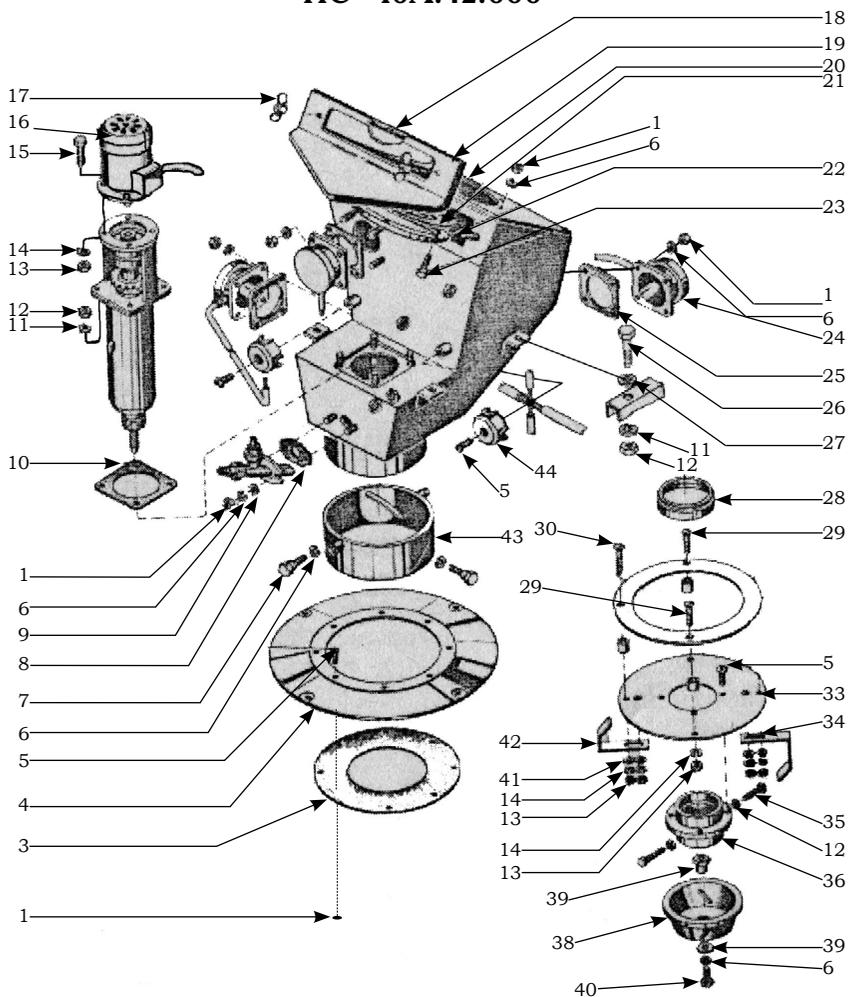
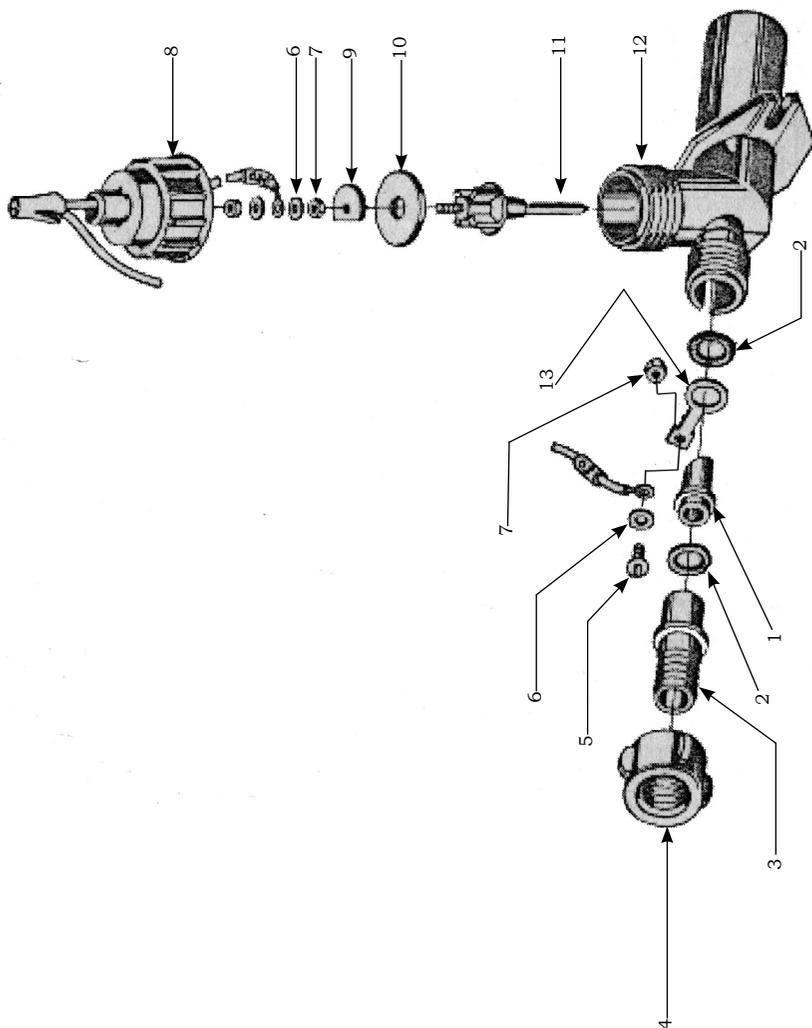

Рис.3.4.
Рис.3.5.
3.4. Бункер семян (рис.3.4) с датчиком (рис.3.5) и приводом дисков (рис. 3.6) предназначен для равномерной загрузки камеры семян, контроля за подачей рабочей жидкости к распылителю, передачи вращения на диски семян и распылитель.
Подрисуночный текст к рис. 3.4.
Подрисуночный текст к рис.3.5